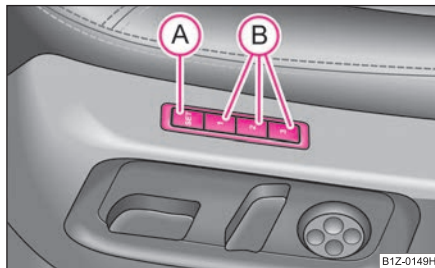

Fig. 61 Scaunul conducătorului: Tastele pentru memorare și tasta SET
- Apăsați tasta **SET** (A) ⇒ fig. 61.
- Apăsați una din tastele pentru memorare (B) într-un interval de 10 secunde de la apăsarea tastei **SET** – se va emite un ton de confirmare a efectuării memorării.
Memory pentru scaun oferă posibilitatea memorării individuale a poziției scaunului conducătorului și a oglinzilor exterioare. Fiecareia din cele trei taste de memorie (B) ⇒ fig. 61 i se poate alocă un reglaj al scaunului. După apăsarea tastei respective (B) scaunul și oglinda exterioară vor adopta poziția memorată pe tastă ⇒ pagina 70.
- **Memory-apăsare scurtă:** Apăsăți scurt tasta de memorare **(B)** ⇒ pagina 69, fig. 61. Scaunul și oglinzile laterale vor adopta automat poziția memorată (acest lucru este valabil numai pentru situația când contactul este pus și viteza este mai mică de 5 km/h).